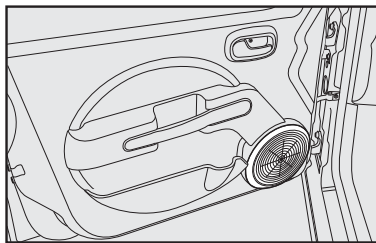

fig. 96
- dois alto-falantes full-range dianteiros de 6" com 20 W RMS de potência cada **fig. 96**;